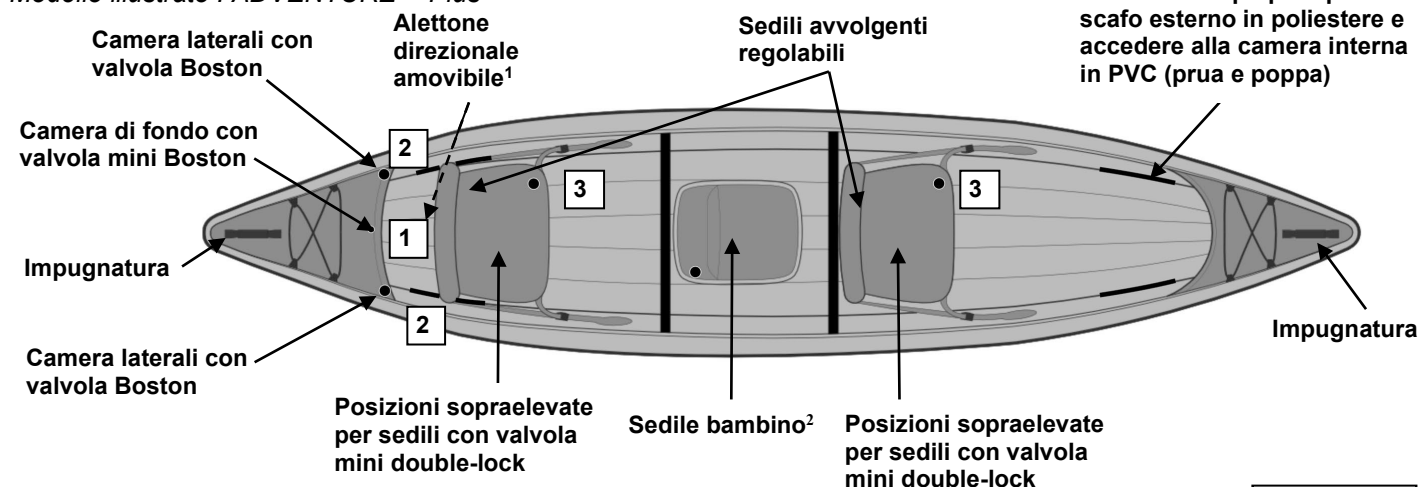

Figura 1
a) Valvola (e) Boston e valvola mini Boston (figura qui a fianco) per la gonfiatura del fondo e delle camere laterali: sviti il cappuccio della valvola (1), avviti il corpo della valvola (2) nella base della valvola (3); abbia cura che il cappuccio resti accessibile. Inserisca l'estremità del gonfiatore nella valvola e gonfi fino a raggiungere il livello di pressione raccomandato (vedere punto 3). Dopo il gonfiaggio, chiuda bene tutte le valvole con il loro cappuccio (nel senso delle lancette d'un orologio). **N.B.** : una leggera fuga d'aria prima della chiusura è normale, solo il **cappuccio della valvole assicura la TENUTA STAGNA**.
3. Gonfi il prodotto secondo l'ordine di gonfiaggio indicato sulla placca d'immatricolazione stampata sul prodotto (vedere anche figura 1, la numerazione delle valvole).